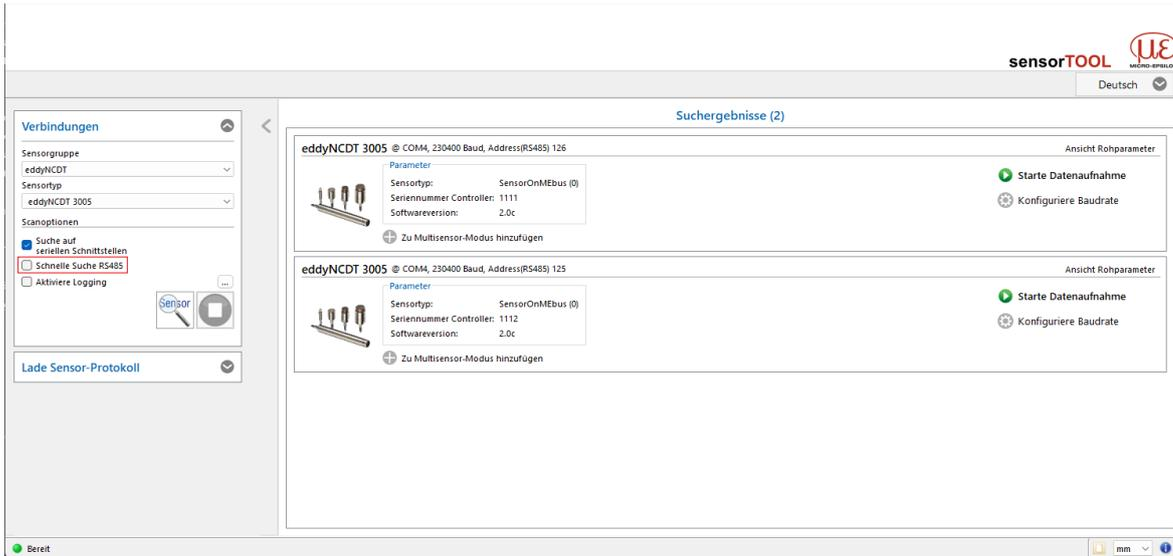

Abb. 15 Erste interaktive Seite nach Aufruf des `sensorTOOL`
**i** Beachten Sie hierbei, dass die Checkbox `Schnelle Suche RS485` deaktiviert sein muss, siehe Abb. 15, um mehrere Kanäle zu finden.